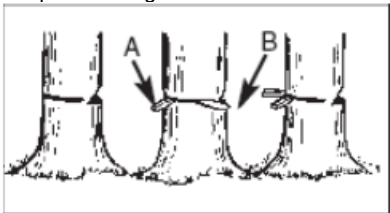

Fig 10c
Utilisez des cales en bois ou en plastique (A) pour éviter que le guide ou la chaîne (B) ne se coincent dans la coupe. Les cales contrôlent également la chute (Fig. 10c)